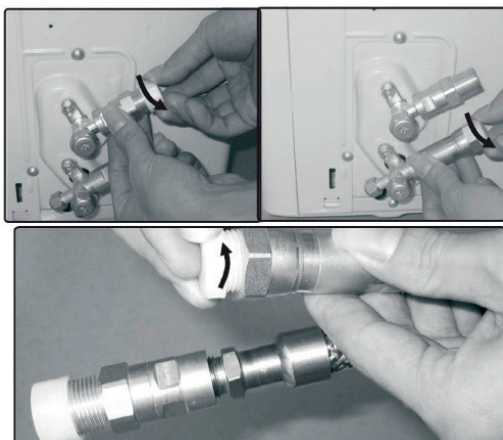

Fig. 6.2
2. Entfernen Sie die Plastikpfropfen vom Außengerät und von den entsprechenden Kältemittelleitungen erst unmittelbar vor dem Anschluss (Abb. 6.2).